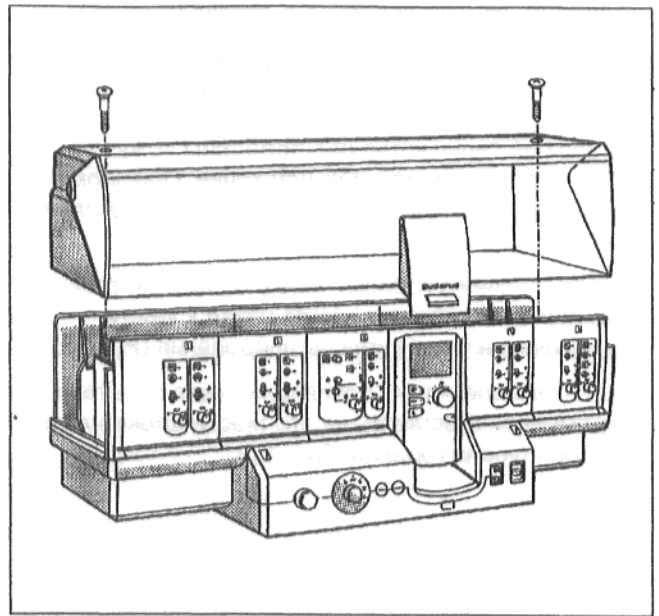
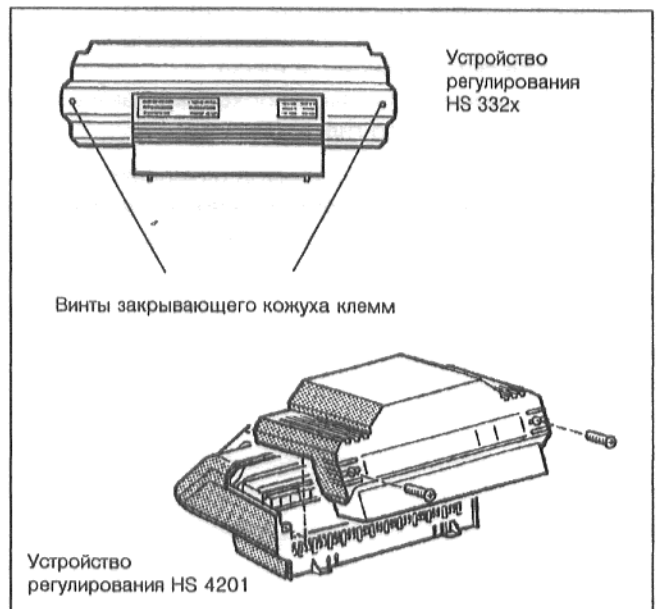

Рис. 12: Закрывающий кожух клемм устройства регулирования HS 431x
Рис. 13 Закрывающий кожух клемм
- Вывинтить два винта закрывающего кожуха клемм устройства регулирования. Снять закрывающий кожух клемм (Рис. 12 и Рис. 13).